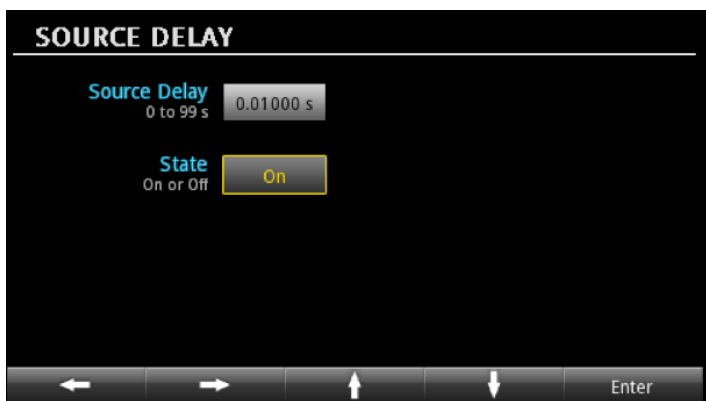

图9. 进行低电流测量时2280S系列电源延迟设置
- 设置足够长的电源延迟，确保电流建立时间（图9）。虽然对于大多数微安电平测量而言，10ms延迟足够，但如果待测器件输入电容较大或者夹具包括外部滤波器电容器，那么可能需要更长的电源延迟。